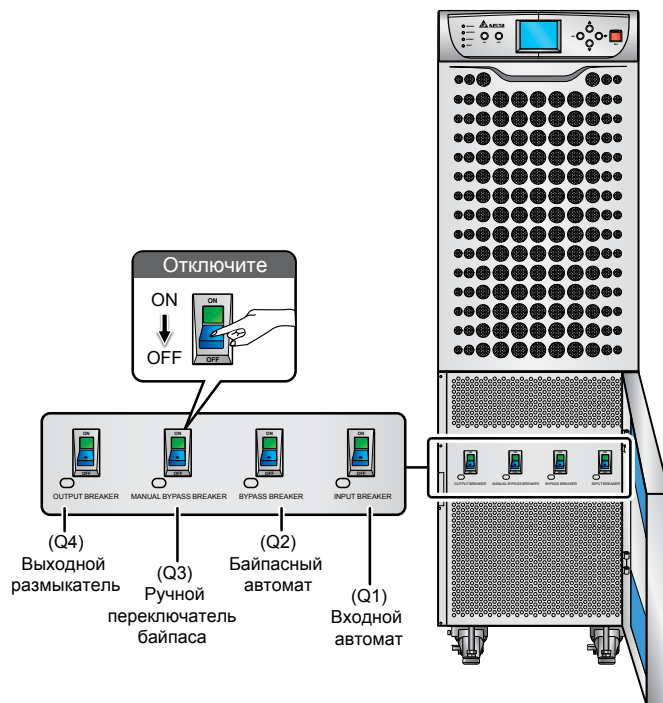

Рис. 6-1. Положение выключателей
2. Все выключатели (в том числе автоматические) внешних батарейных кабинетов находятся в положении **OFF**. См. *рис. 6-1*.
3. Отсутствует напряжение между зажимами **нуля** (N) и заземления ().